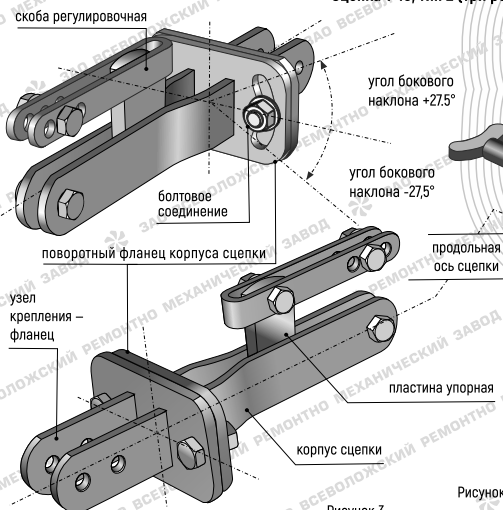

Рисунок 3.
- (только для сцепки типа 2, см. рисунок 3, 4) при необходимости (например, для компенсации бокового наклона агрегата при работе с плугом), установите нужный угол бокового наклона стойки навесного орудия поворотом на требуемый угол относительно продольной оси сцепки корпуса сцепки с установленным навесным орудием, предварительно ослабив болтовые соединения на фланце корпуса сцепки;